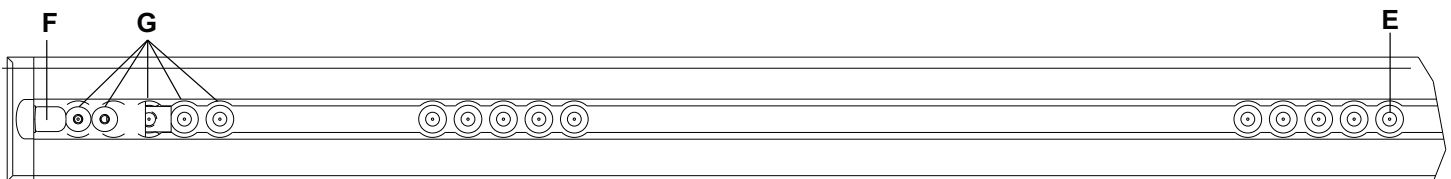

Figura 10 – Posição do localizador da placa de piso – Extremidade do lado dos pés
Nota - Se já tiver uma placa de piso previamente instalada sem o cabo de âncora ao veículo, meça 3 pol (7,6 cm) ou 7 pol. (17,8 cm) na direção da extremidade do lado da cabeça a partir do localizador na posição E (Figura 10). Marque a localização no meio do canal. Esta será a localização da entrada elétrica. Consulte a secção Instalar a placa de piso (6390-109-020) para obter instruções sobre como ligar o sistema elétrico.
Nota - As localizações do gancho de segurança (F) e do orifício de montagem extra (G) são ilustradas apenas a título de referência (Figura 10). Estas não são utilizadas para a instalação do **Performance-LOAD**.